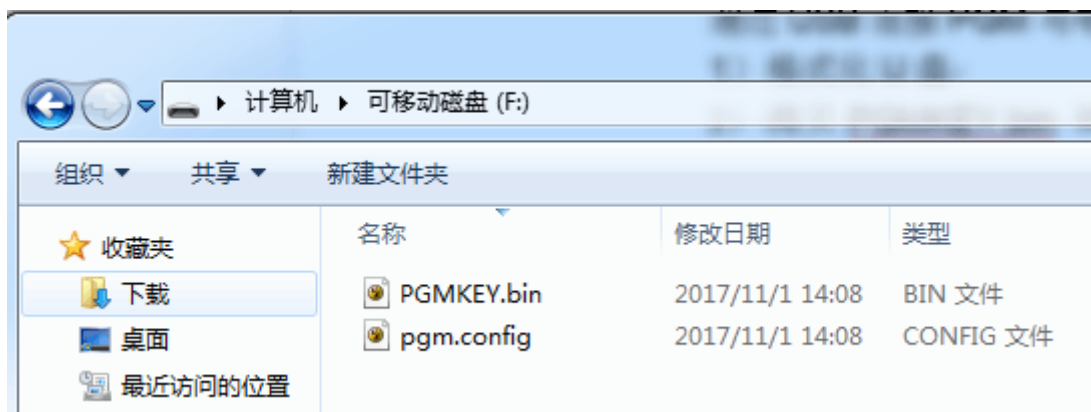
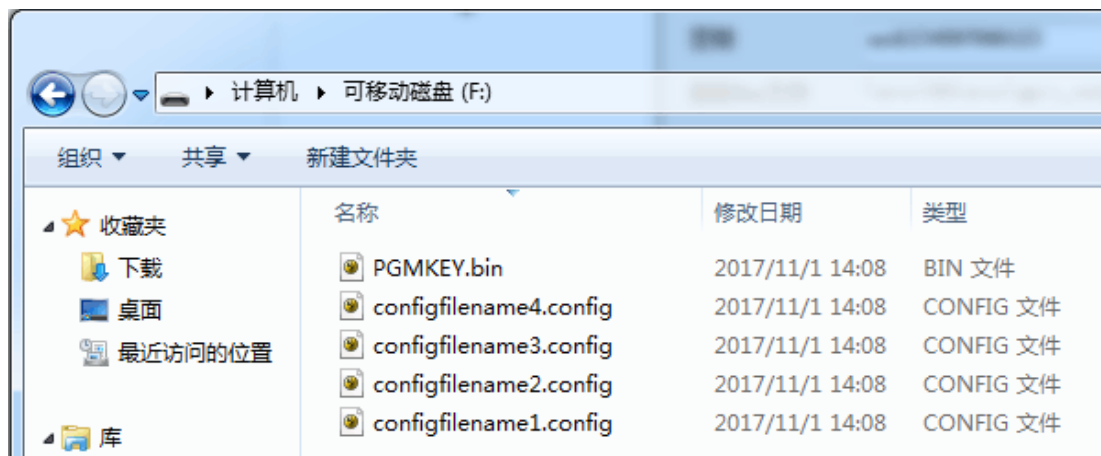

图 3-1 标准版拷贝文件
图 3-2 带屏版拷贝文件
2. 拷贝 PGMKEY.bin 和\*\*\*.config 到 U 盘中，标准版编程器拷贝文件如图 3-1 所示。带屏版可拷贝多个配置文件到 U 盘中，如图 3-2 所示。